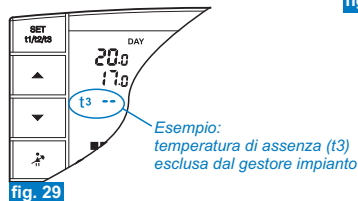

fig. 29
**i** - Nel caso sia stata esclusa in modo permanente la temperatura **t3 Assenza** (dal gestore impianto - vedere fig. 29) l'utenza allacciata (caldaia o condizionatore) resterà sempre disattivata per max 3 ore.